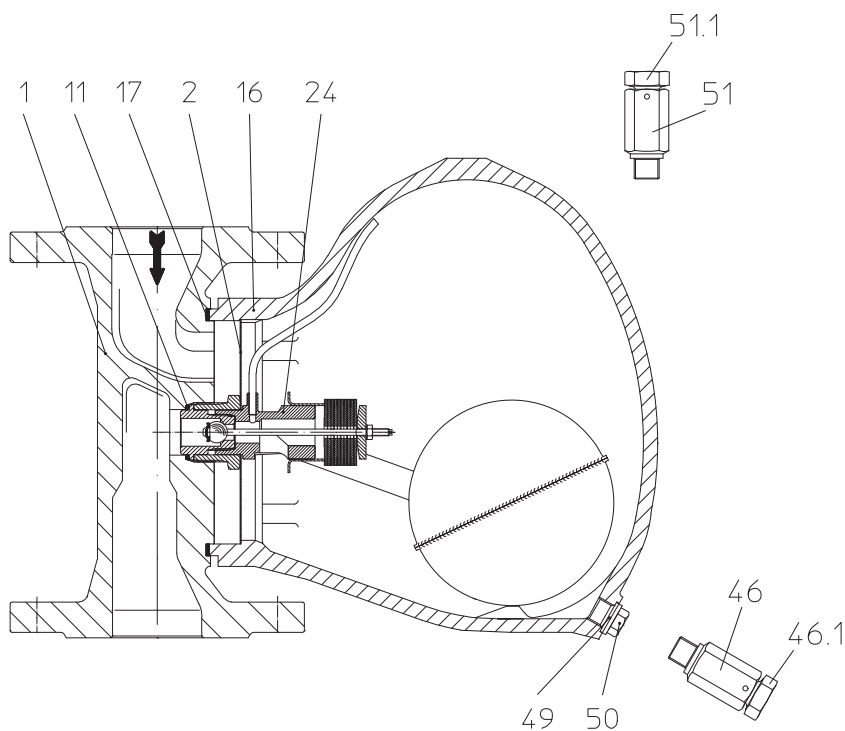
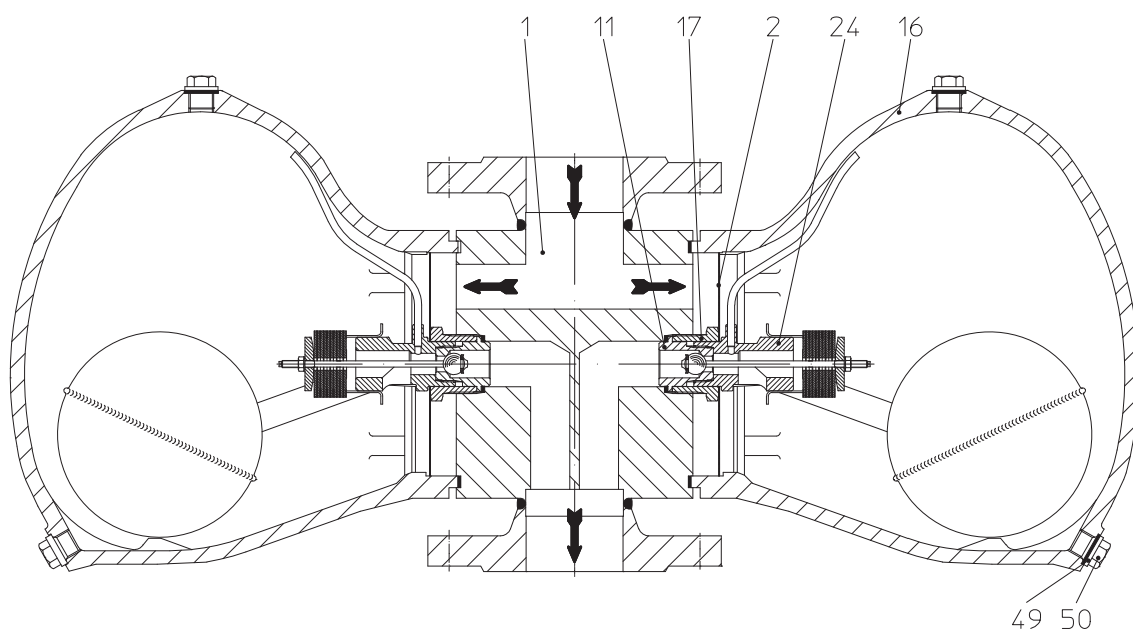
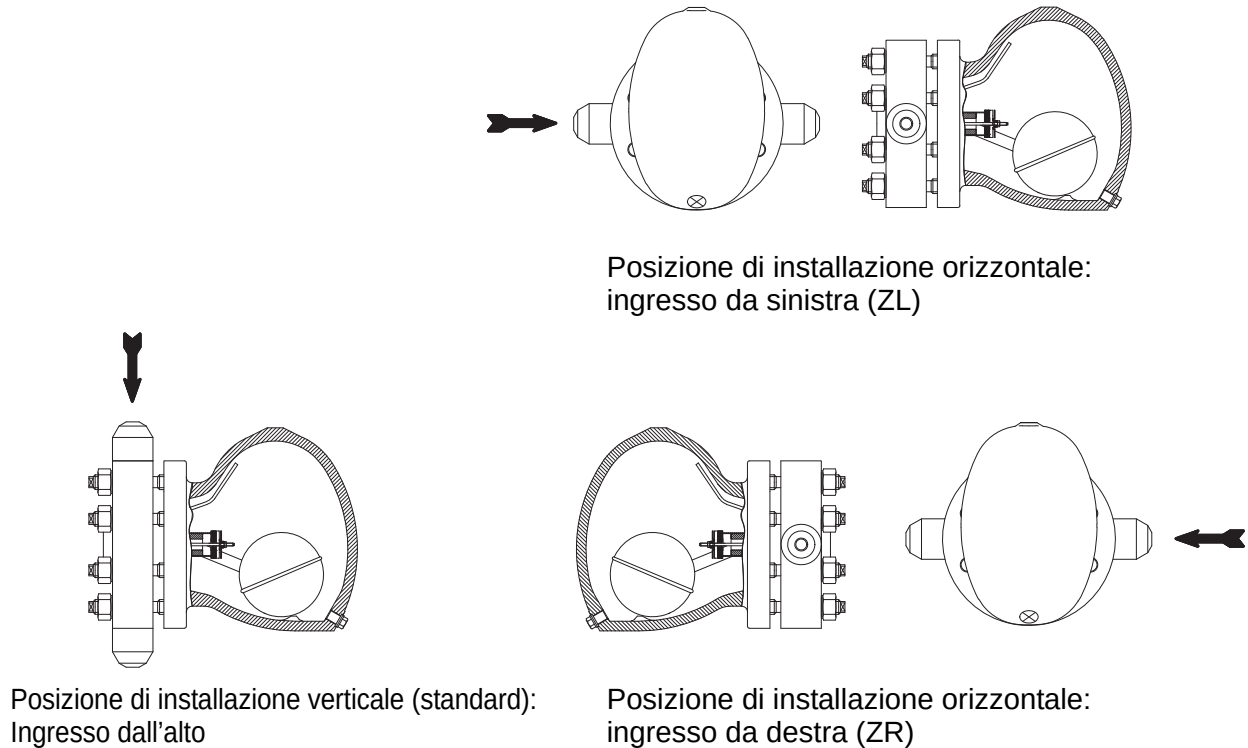
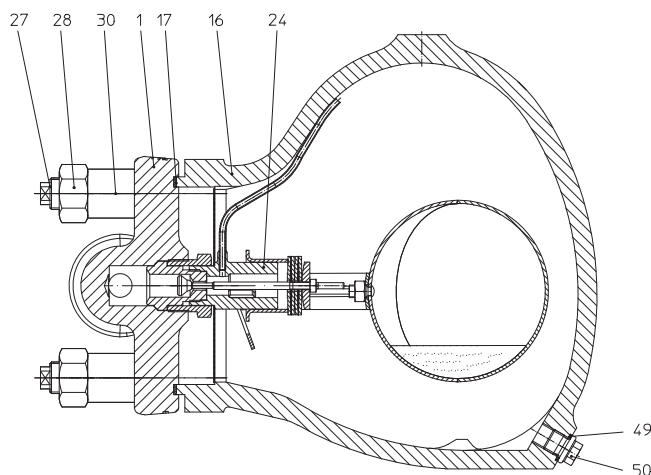

Figura 1: CONA[®]S - BR631 PN16-40 DN15-50
Figura 5: CONA[®]S - BR639 PN16-40 DN50-100
Figura 6
Figura 7a: CONA[®]S - BR631 PN63
(Vedi Figura 1 Pagina 4 - Figura 5 Pagina 6)
(vedere Figura 6 Pagina 10 e Figura 7a e b Pagina 12)
- (vedi Figura 1 Pagina 4 - Figura 5 Pagina 6 e Figura 7a e b Pagina 12)
- Smontare la calotta (pos. 16) svitando i dadi esagonali (pos. 8) ovvero le viti a testa cilindrica (pos. 27).
- Durante la fase di rimozione, la calotta (pos. 16) deve essere girata di circa 45° verso l'alto, per non piegare il tubicino di scarico (pos. 24.12).
- Vengono impiegate delle speciali boccole di usura (Pos. 29) che possono eventualmente essere sostituite dopo aver smontato il regolatore (pos. 24). Esse servono per proteggere il corpo (pos. 1) dall'usura da getto.
- (vedi Figura 1 Pagina 4 - Figura 5 Pagina 6 e Figura 7 Pagina 12)
- Portare il corpo (pos. 1) nella posizione voluta, tenendo conto del senso di afflusso.
- Dopo avere staccato la calotta (pos. 16), svitare la vite cava (pos. 24.10) di ca. 1/2 giro.
- Portare il regolatore (pos. 24) nella posizione voluta, girandolo di rispettivamente 90°.